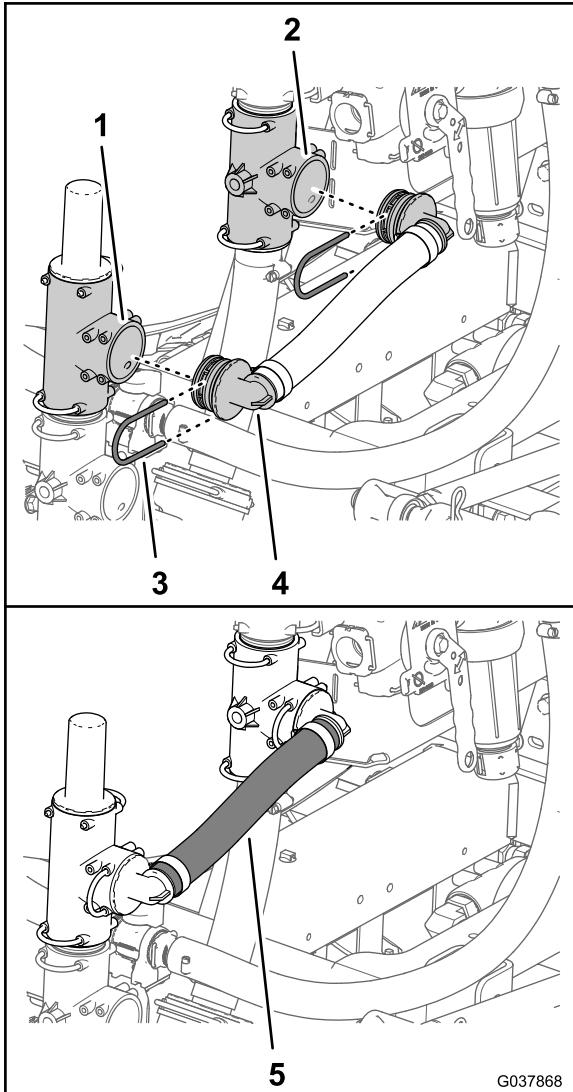

图70
2. 将泄压软管的 90 °接头装入下 T 形接头的开放端口图70。
3. 使用在 移动泄压阀 \(页码 25\) 的步骤 1 和 2 中卸下的 2 个卡环将 90 °接头固定到 T 形接头上图70。
1. 在泄压阀上将泄压软管 $25 \times 298\text{ mm}$ 的 90 °接头装入 T 形接头的开放端口图70。